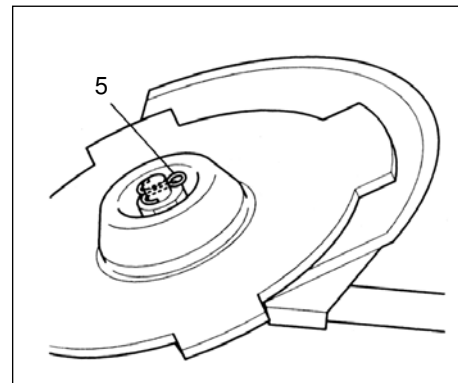

Fig. 1-10C
Hvis din enhet er av sikkerhetstypen og er utstyrt med en splint, må bladet styres med en ny splint (5) hver gang den installeres. (Fig. 1-10C)